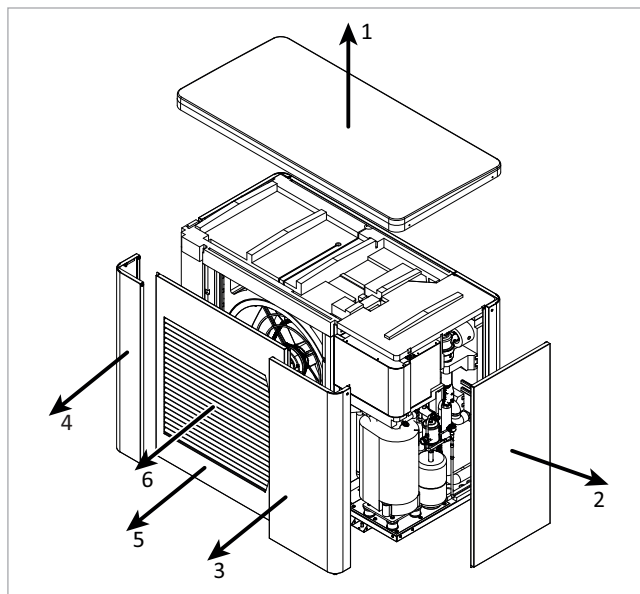

Abb. 29: Abdeckbleche und Ausblasgitter von SolvisPia entfernen
1. Den Deckel sowie die Abdeckbleche von SolvisPia in der Reihenfolge wie in → Abb. 29 lösen und abnehmen.
3. Das Ausblasgitter entfernen (→ Abb. 29 (6)). Dazu dieses wie in → Abb. 31 (1) herausschwenken und leicht nach oben aus der Verankerung heben (2).